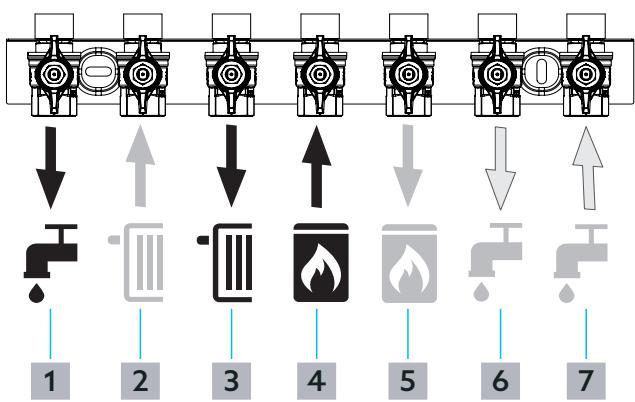

Fig. 10: Disposition des raccordements du jeu de raccordement avec robinets à tournant sphérique
- 2** Insérer les adaptateurs ((11) sur la Fig. 1 en page 37) dans les raccordements 2 et 3 (Retour du circuit de chauffage et aller du circuit de chauffage) (voir Fig. 10 en page 43) du jeu de raccordement avec robinets à tournant sphérique.
- 3** Insérer un joint d'étanchéité ((7) sur la Fig. 1 en page 37) dans un tube ondulé en acier inoxydable ((1) sur la Fig. 1 en page 37) et visser le tube ondulé en acier inoxydable sur l'adaptateur ((11) sur la Fig. 1 en page 37) dans le raccordement 3 (aller du circuit de chauffage) (voir Fig. 10 en page 43).
- 5** Insérer un joint d'étanchéité dans un tube ondulé en acier inoxydable et visser le tube ondulé en acier inoxydable sur l'adaptateur dans le raccordement 2 (retour du circuit de chauffage) (voir Fig. 10 en page 43).